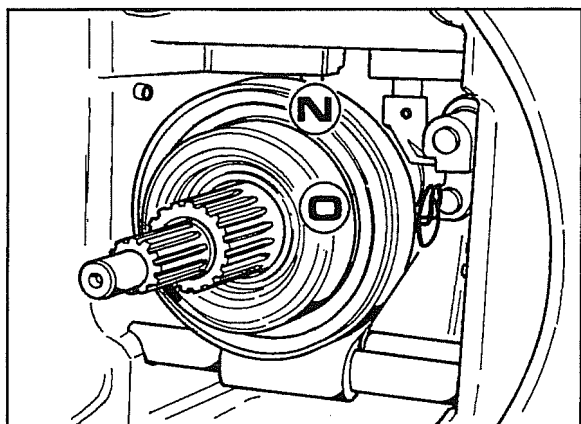

Fig. 26
- Prima del riassettaggio della trattrice occorre verificare le buone condizioni dei due cuscinetti reggispira **N** e **O** di fig. 26.